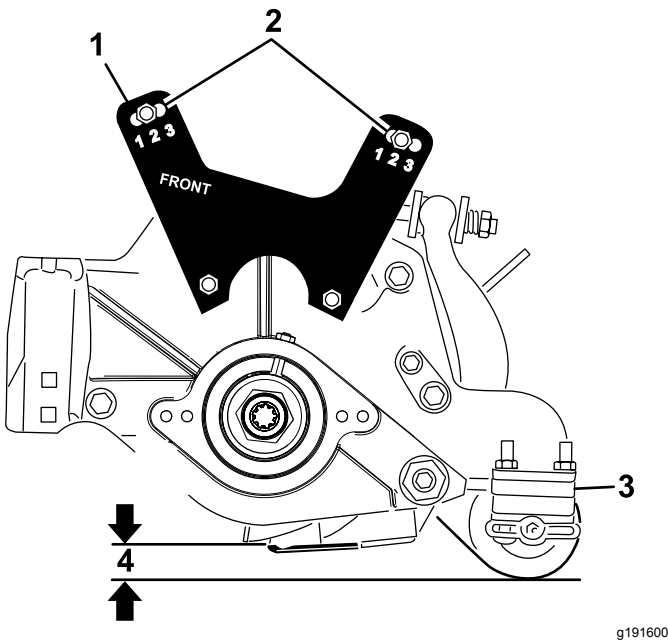

Figura 20
- Baixe a unidade de corte para o chão e meça a distância do chão à parte superior da lâmina de corte, como se mostra na Figura 20.